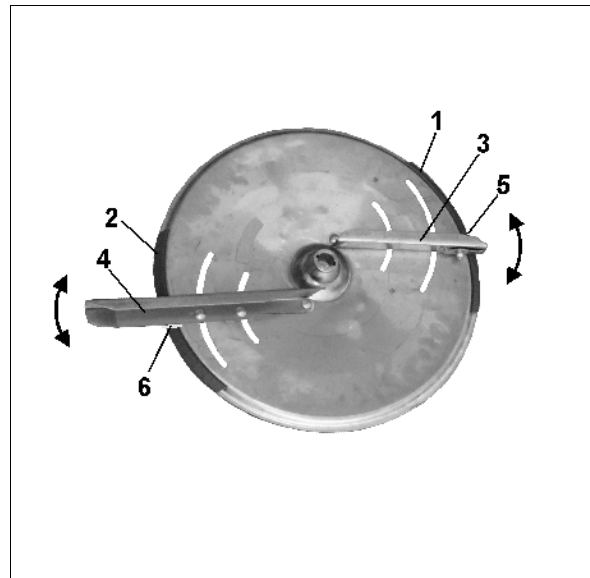

Fig. 33
Chaque disque d'épandage dispose de deux échelles graduées (Fig. 33/1 et Fig. 33/2) très caractéristiques destinées au réglage précis, sans outil des différentes positions d'aubes d'épandage.
L'aube d'épandage la plus courte (Fig. 33/3) est dotée de l'échelle graduée (Fig. 33/1) ayant des valeurs entre 5 et 28 et l'aube d'épandage la plus longue (Fig. 33/4) est dotée de l'échelle graduée (Fig. 33/2) ayant des valeurs allant de 35 à 55.
Le pivotement des aubes d'épandage sur une valeur plus élevée de l'échelle graduée (Fig. 33/1 ou Fig. 33/2) provoque une augmentation de la largeur de travail..
- Recherchez sur l'échelle graduée la valeur pour la position des aubes les **plus courtes** (Fig. 33/1).
- Pivotez l'arête de lecture (Fig. 33/5) de l'aube la **plus courte** (Fig. 33/3) sur la valeur de l'échelle graduée et **resserrez bien l'écrou à ailettes**.
- Recherchez sur l'échelle graduée la valeur pour la position des aubes les **plus longues** (Fig. 33/2).
- Pivotez l'arête de lecture (Fig. 33/6) de l'aube la plus longue (Fig. 33/4) sur la valeur de l'échelle graduée et resserrez bien l'écrou à ailettes.